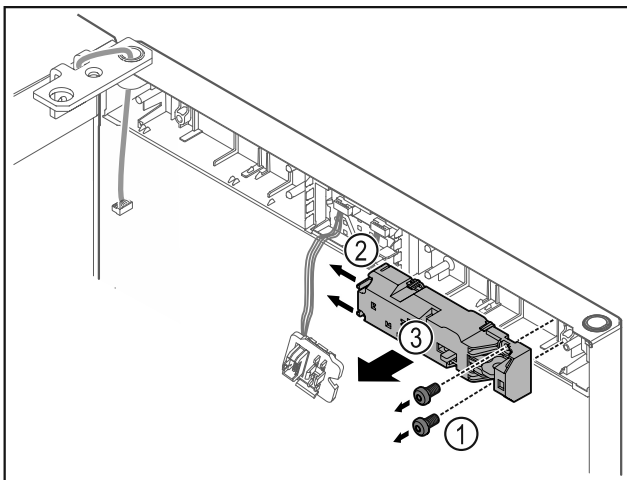

Fig. 17
- ▶ Išsukite varžtus Fig. 17 (1).
- ▶ Paspauskite fiksavimo iškyšas Fig. 17 (2) į šoną ir nuimkite nuotolinį užraktą Fig. 17 (3).